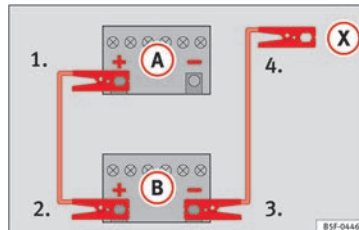

Fig. 59 Esquema de conexión para vehículos sin sistema Start Stop.
2. Emborne un extremo del cable **rojo** de emergencia al polo positivo **+** del vehículo con la batería descargada **A** » » » **fig. 59**.
4. *En los vehículos sin sistema Start-Stop:* emborne un extremo del cable **negro** de emergencia al polo negativo **-** del vehículo que suministra la corriente **B** » » » **fig. 59**.